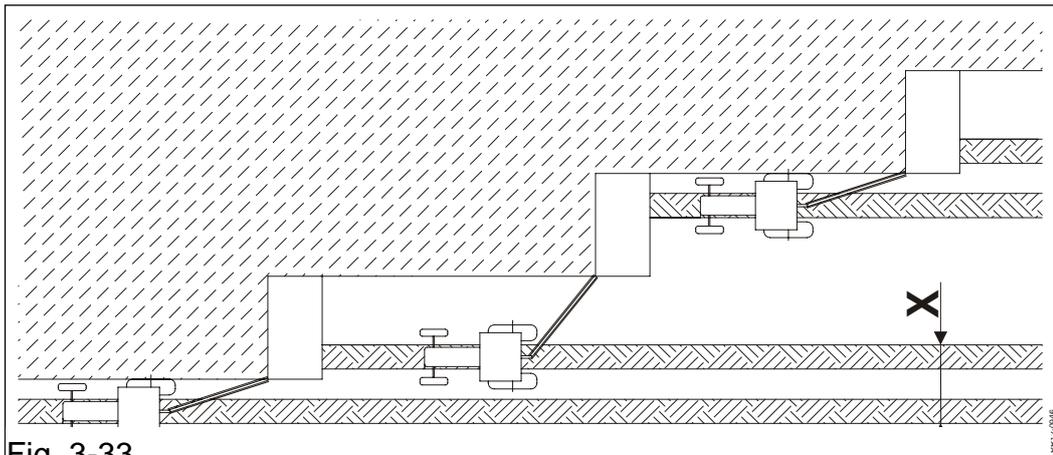

Fig. 3-33
**Fig. 3-33** Die Ausrüstung für Schwadablage ermöglicht die Ablage von zwei Schwaden mit einem Abstand, so daß eine 3 Meter Pick-up in den meisten Fällen zwei Schwaden aufsammeln kann.